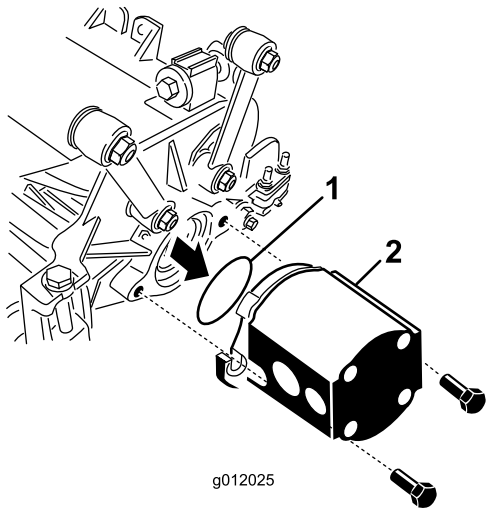

Bild 24
- Setzen Sie den O-Ring (mit der Schneideinheit geliefert) am Flansch des Antriebsmotors ein (Bild 24).
- Montieren Sie den Motor am Antriebsende der Schneideinheit und befestigen Sie ihn mit den zwei Kopfschrauben, die der Schneideinheit beiliegen (Bild 24).